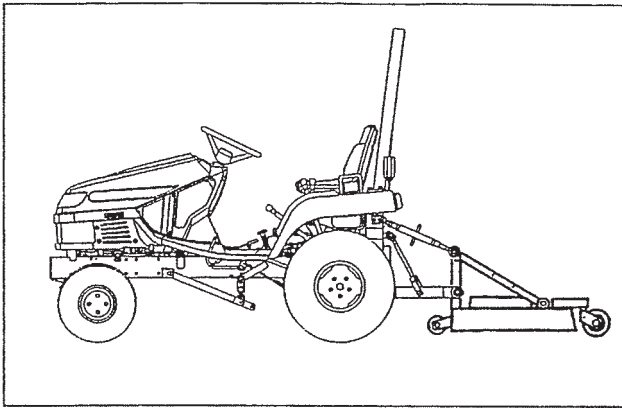

FIG. 48
**Abb. 48:** Betriebsart: An- und Abkoppeln der Anbaugeräte und andere Arbeiten erfordern, dass sich das Anbaugerät immer in gleicher Höhe über dem Boden befindet. Dies ist auch bei Anbaugeräten mit Laufrädern (Stützrädern) notwendig.